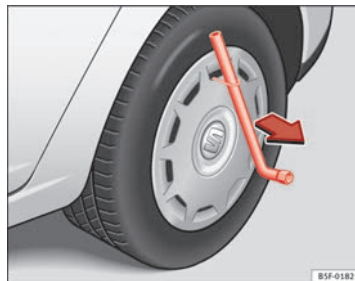

Fig. 165 Retirar embellecedor integral
- Retire el embellecedor integral de la rueda con el gancho de alambre ⇒ fig. 165.